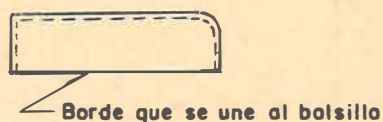

Fig. 1
- a) Se sobrepone el forro al revés de la tapa y se cosen en una máquina de coser y cortar. ( Fig. 1 )